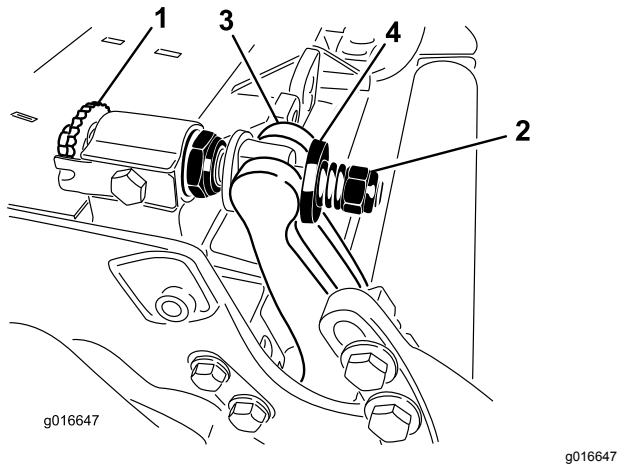

图 29
1. 逆时针旋转底刀架调节螺丝将底刀后撤离开滚刀 图 29。
2. 退出弹簧加压螺母直到垫圈不再对底刀架 图 29 施压。